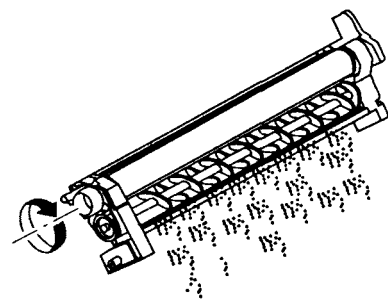

Рис. 7.10
6. Наклоните узел девелопера, как показано на рис. 7.10, и вращая шестерню привода шнека,